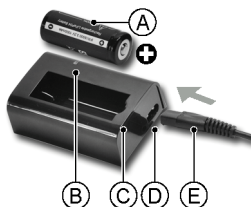

Figure 3 : recharge de la batterie de la tondeuse sur le socle de charge.
2. Insérer la batterie à recharger (Figure 3, A) dans le socle de charge (Figure 3, C) en respectant la position de la borne +.
3. Insérer la fiche du bloc d'alimentation (Figure 3, E) dans la prise (Figure 3, D) du socle de charge.
5. Durant la recharge, le voyant rouge (Figure 3, B) du socle de charge est allumé.
6. La recharge s'arrête automatiquement. Le voyant (Figure 3, B) s'éteint une fois la charge terminée. L'autonomie de la batterie est alors de 90 minutes pour une batterie neuve.